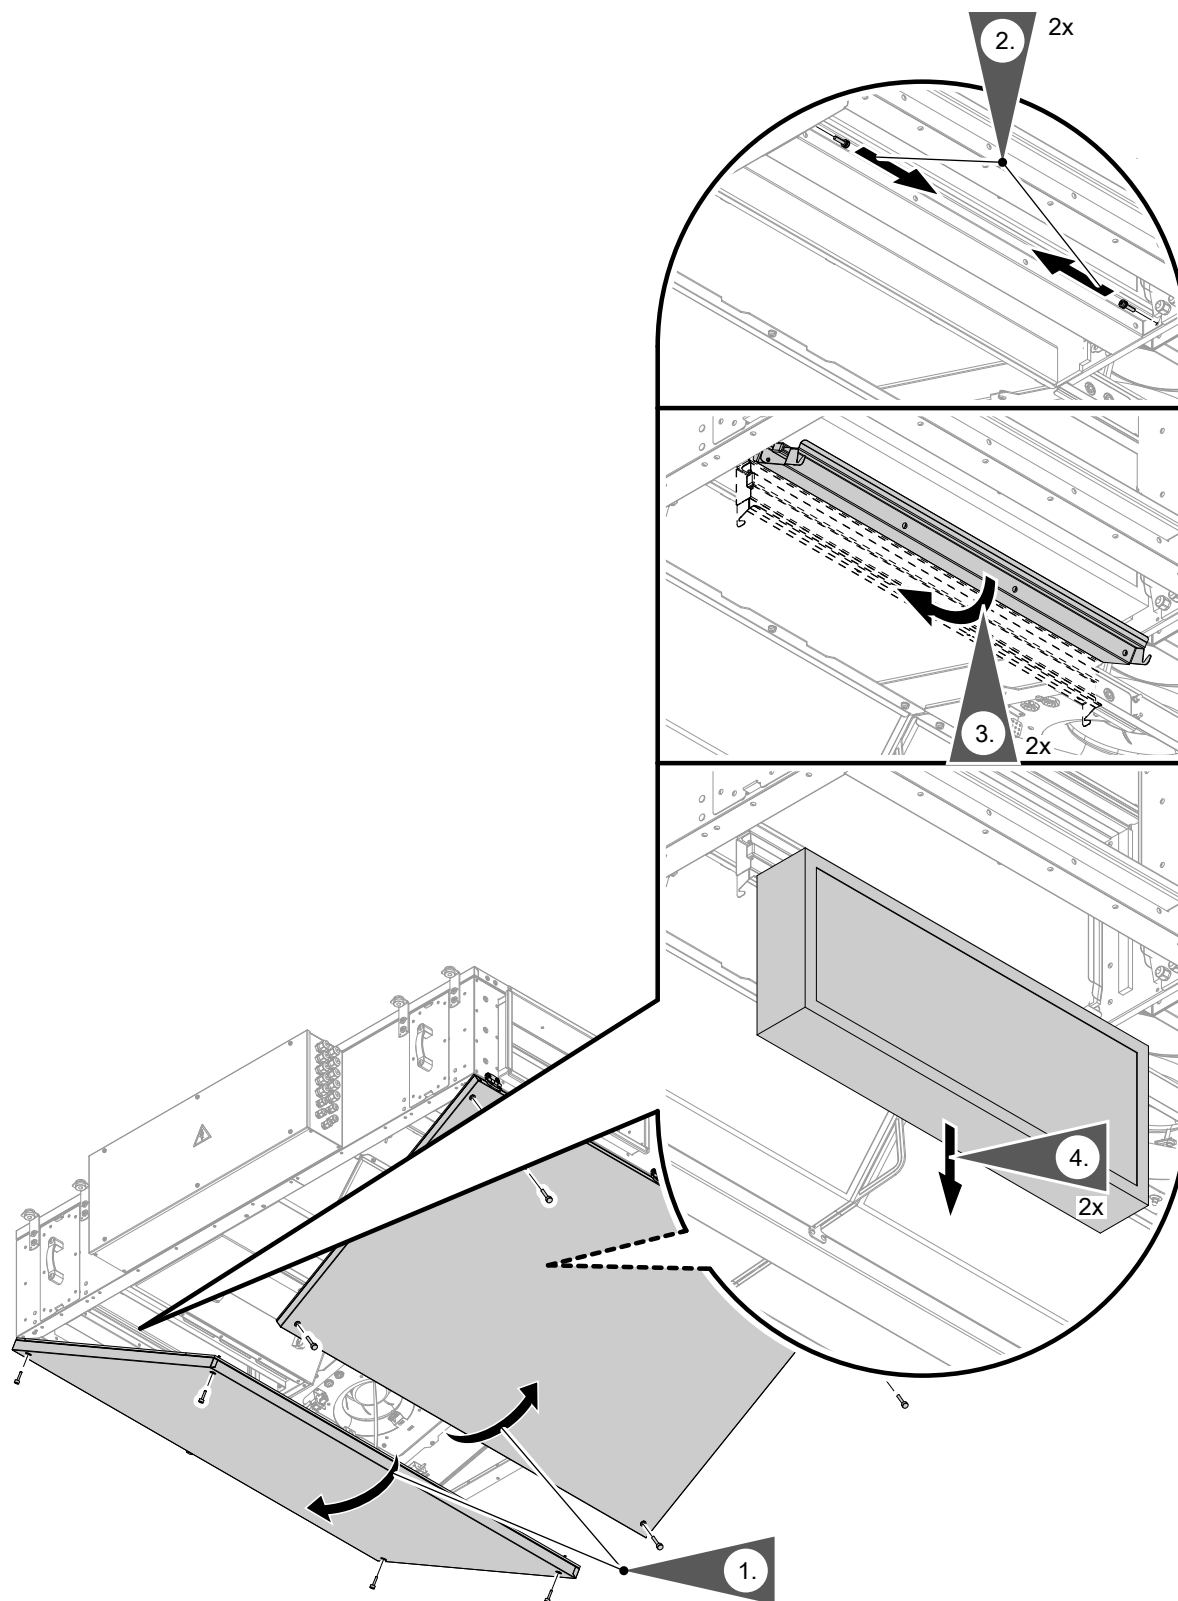

Abb. 62 Beispiel: Typ 1000S
- Zugang über die Bleche an der Geräteunterseite: Siehe Abb. 62.